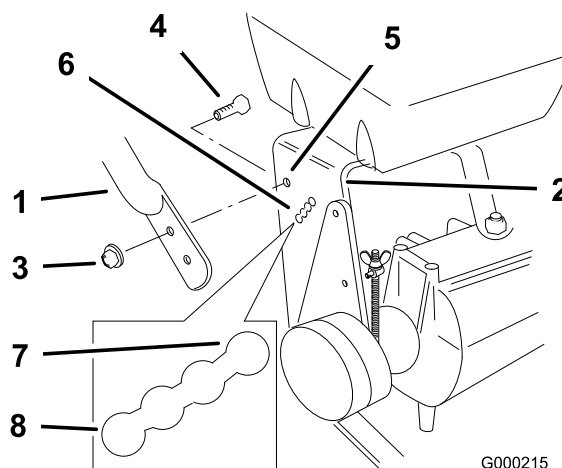

Figure 22
2. Desserrez les boulons à embase supérieurs (3/8 x 1") et l'écrou à embase de fixation du guidon au bâti arrière (Figure 22).
3. Enlevez les boulons à embase inférieurs (3/8 x 1") et les écrous à embase de fixation du guidon au bâti arrière (Figure 22).